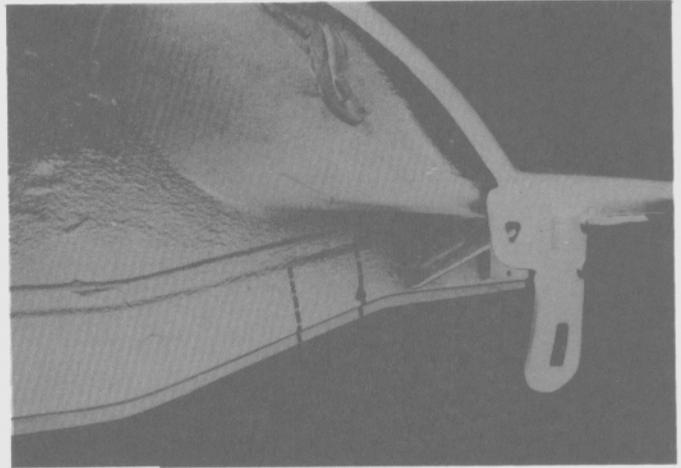

Fig. 128
- Marcar dos líneas en la parte exterior del panel del guardabarro delantero interior en la zona de la sección del larguero que se va a cortar (Fig. 128)